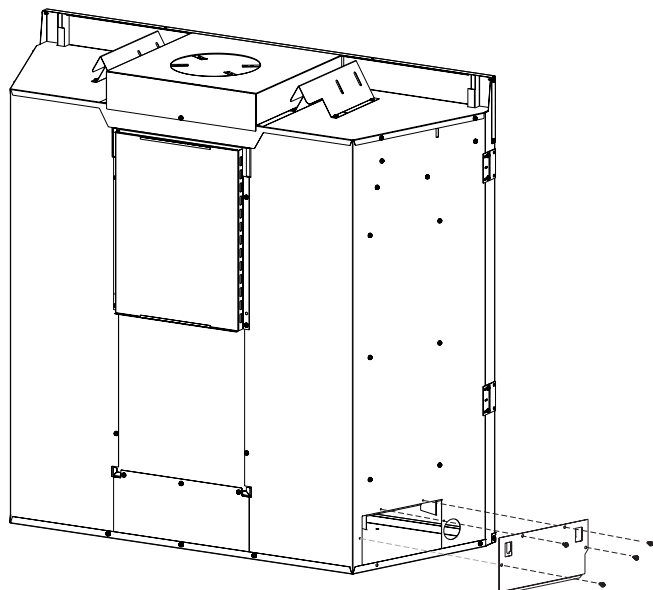

Figure 1
1. Après avoir coupé l'alimentation électrique, enlever les quatre vis et la plaque comme montré à la **Figure 1**.